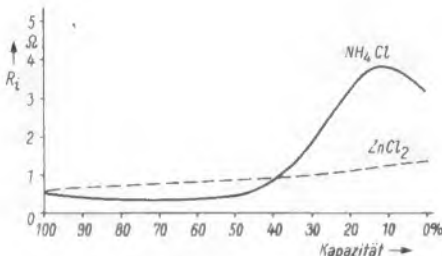

Bild 1. Verlauf des Innenwiderstandes von Mignonzellen bei kontinuierlicher Entladung über  $500 \Omega$
**Innenwiderstand.** Nach Bild 1 besteht im frischen Zustand zwischen den Spannungen der Zinkchloridzelle und der herkömmlichen Zelle kein Unterschied. Beim Entladen steigt der Innenwiderstand der Zinkchloridzelle langsam und ohne Maximum von etwa  $0,7 \Omega$  auf  $1,1 \Omega$  an.